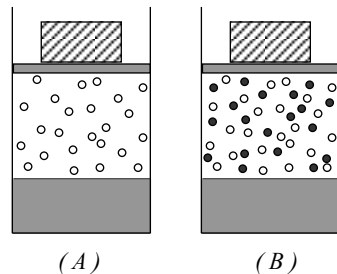

Fig. 4
11. In applicazione di quanto precede, è utile discutere le due situazioni schematizzate nella figura a lato (fig. 4): la situazione *A* è quella di un liquido in equilibrio col proprio vapore (saturo), in assenza di altri gas o vapori; la situazione *B* (nel disegno compaiono dei pallini neri supplementari) si riferisce invece al caso in cui il vapore coesiste con altre sostanze allo stato gassoso (per esempio, aria).